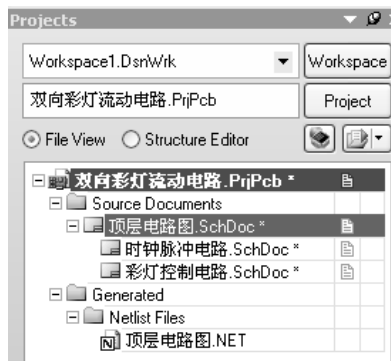

图 2.6.11 生成的网络表文件
(1) 打开文件“双向流动彩灯电路.PrjPcb”及其下的原理图纸。
(2) 执行“Design” “NetList for Project” “Protel” 命令，就会生成“双向流动彩灯电路.Prjpcb”项目文件中原理图所对应的网络表文件，如图 2.6.11 所示。双击即可打开网络表文件“顶层电路图.NET”。